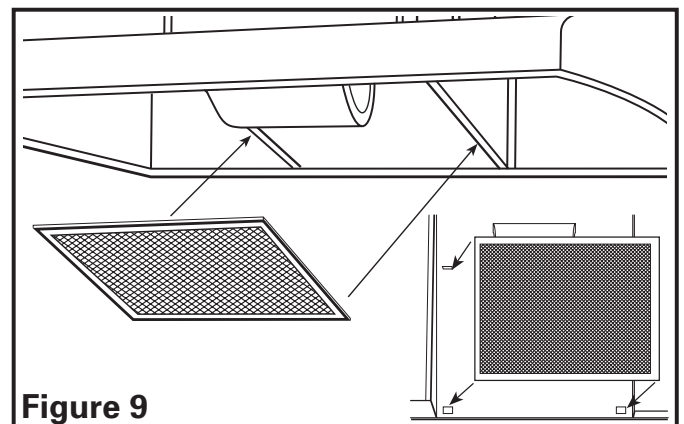

Figure 9
1. Installer les filtres appropriés en place en glissant l'arrière dans l'onglet et en pressant l'avant du filtre en place (Figure 9).